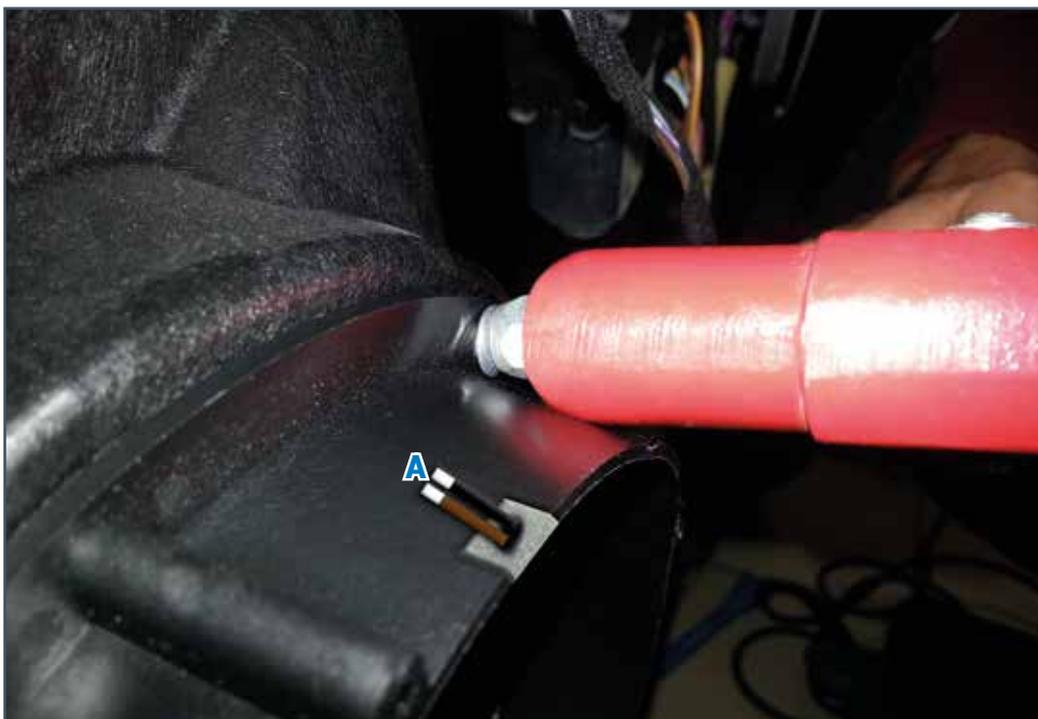

Fig. 25
10.1.3 Collocare l'AP6.5 RING nei punti predefiniti facendo attenzione a posizionare lo scasso passacavo in alto (fig. 25 punto A) e fissarlo utilizzando i nuovi rivetti forniti nel KIT.